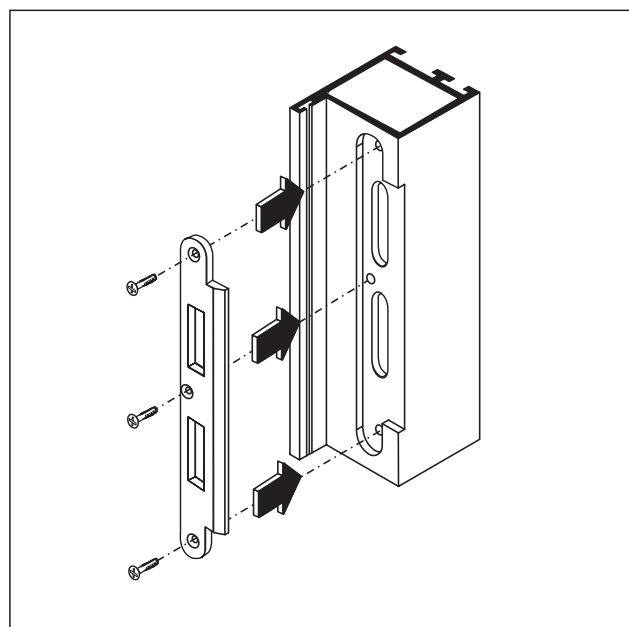

Abb. 20 Schließblech montieren
6. Das Schließblech montieren (Abb. 20).